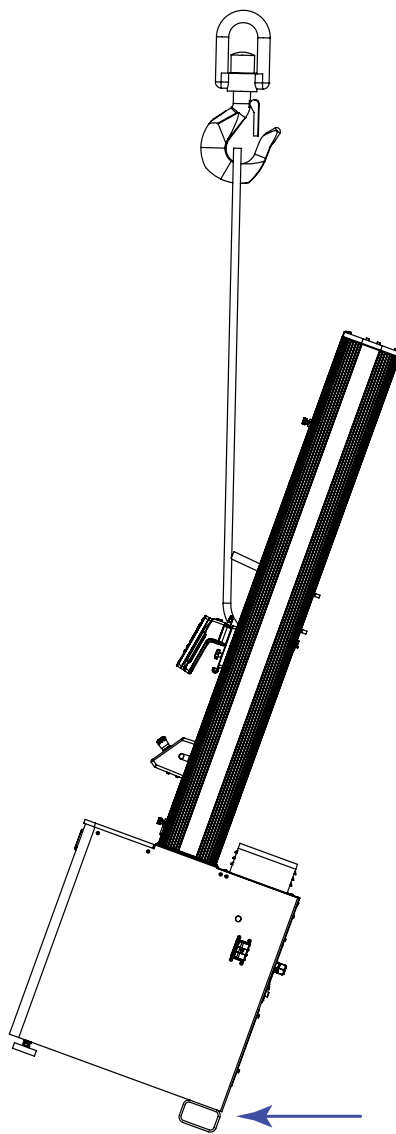

図 25. ロード フレームの直立
5. フレームをゆっくりと持ち上げ、垂直にします（84 ページの図 25 を参照）。